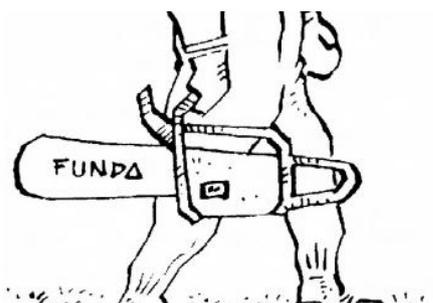

Figura 1
- El transporte siempre se realizará con la cadena hacia atrás del trabajador y con la funda (figura 1).